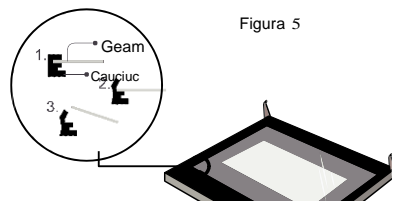

Figura 6
6. Dupa indepartarea primului strat, scoateti si stratul de geam din mijloc asa cum este indicat in Figura 6.